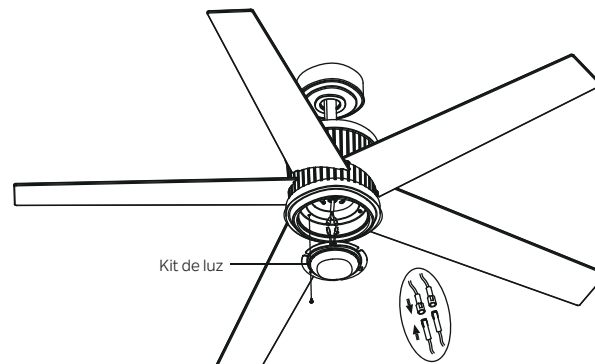

Figura 20
**Paso 1.** Sostenga el kit de luz cerca de la carcasa del interruptor y conecte los cables BLANCOS del kit de luz y el ventilador juntando los conectores. Siga el mismo procedimiento con los cables NEGROS. (Figura 20)
**Paso 2.** Introduzca las conexiones cuidadosamente en el kit de luz. Quite uno de los tres tornillos preinstalados en la carcasa del interruptor y guárdelo para usarlo más adelante. Afloje los otros 2 tornillos (no los quite). Coloque los dos orificios de la ranura del kit de luz sobre los 2 tornillos que se aflojaron previamente de la carcasa del interruptor. Gire el kit de luz hasta que encaje en su lugar en el extremo estrecho de los orificios de llave. Fije apretando los 2 tornillos previamente aflojados y el que quitó previamente. (Figura 20)